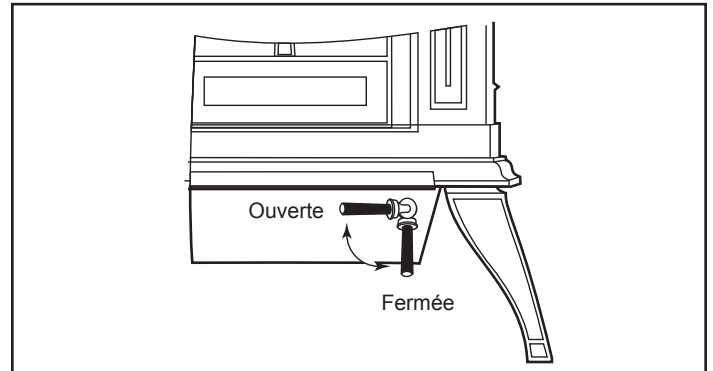

Figure 5.8 – Tourner la poignée de la porte à cendres vers la droite pour l'ouvrir et vers la gauche pour la fermer.
- Fermez la plaque ou les portes et déverrouillez la porte à cendres (figure 5.8). Le bac va pivoter hors du poêle.